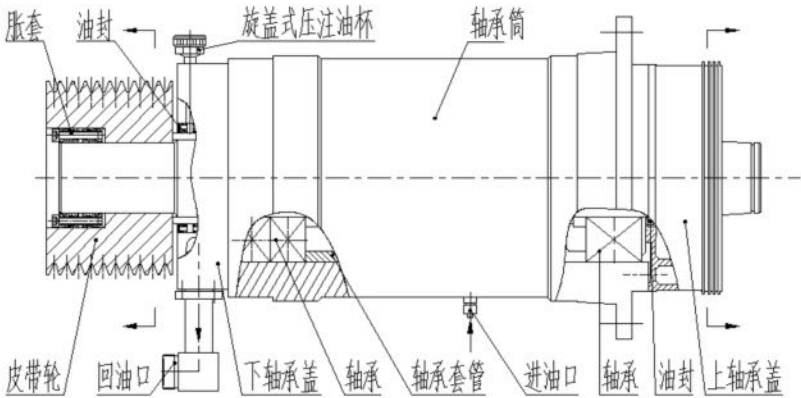

图11-4 轴承筒内部结构 注：本用户手册中反击块即周护板，其本质相同！
11.3轴承的更换（见图11-4）
- 7.轴承筒内部的结构及拆卸可参见图11-4。拆卸时从皮带轮一侧将主轴拉出。注意拆卸时不要损伤主轴。